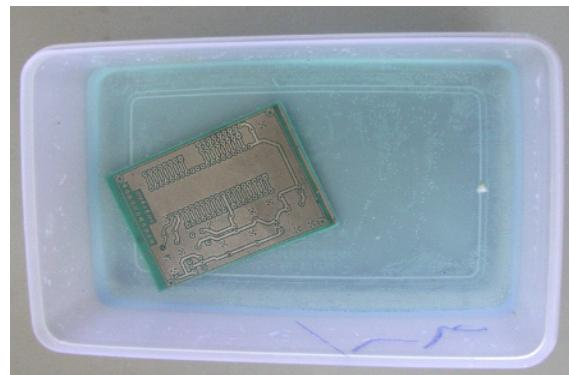

图 6-6.87 腐蚀电路板
**Step7:** 将转印好的放到腐蚀液里面进行腐蚀。如图 6-6.87 所示。